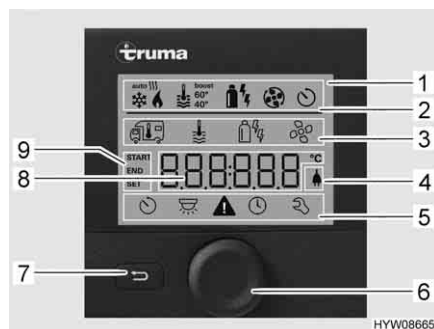

Fig. 116 Centralina di controllo con indicazioni
- Riga di stato (Fig. 116,2)
- Riga di menu in alto (Fig. 116,3)
- Area di indicazione (Fig. 116,8)
- Riga di menu in basso (Fig. 116,5)
- Premere la manopola/il pulsante (Fig. 116,6) per circa 3 secondi. Vengono visualizzate entrambe le righe di menu (Fig. 116,3 e Fig. 116,5). Il primo simbolo lampeggia.
- Ruotare la manopola/il pulsante (Fig. 116,6), finché viene visualizzato il simbolo del menu desiderato.
- Premere la manopola/il pulsante per memorizzare il valore impostato. Se il valore impostato originariamente non deve essere modificato: Premere il tasto indietro (Fig. 116,7).
- Ruotare la manopola/il pulsante (Fig. 116,6), finché il simbolo del menu del riscaldamento (Fig. 117,1) lampeggia.
- Premere la manopola/il pulsante per memorizzare il valore impostato. Il simbolo nella riga di stato lampeggia (Fig. 116,2), finché viene raggiunta la temperatura impostata. Se il valore impostato originariamente non deve essere modificato: Premere il tasto indietro (Fig. 116,7).
- Ruotare la manopola/il pulsante (Fig. 116,6), finché il simbolo del menu relativo all'acqua calda (Fig. 117,2) lampeggia.
- Premere la manopola/il pulsante per memorizzare il valore impostato. Il simbolo nella riga di stato lampeggia (Fig. 116,2), finché viene raggiunta la temperatura dell'acqua impostata. Se il valore impostato originariamente non deve essere modificato: Premere il tasto indietro (Fig. 116,7).
- Ruotare la manopola/il pulsante (Fig. 116,6), finché il simbolo del menu relativo alla modalità di funzionamento (Fig. 117,3) lampeggia.
- Premere la manopola/il pulsante per memorizzare la modalità di funzionamento impostata. Se il valore impostato originariamente non deve essere modificato: Premere il tasto indietro (Fig. 116,7).
- Ruotare la manopola/il pulsante (Fig. 116,6), finché il simbolo del menu delle ventole (Fig. 117,4) lampeggia.
- Ruotare la manopola/il pulsante (Fig. 116,6), finché il simbolo del menu del timer (Fig. 117,9) lampeggia.